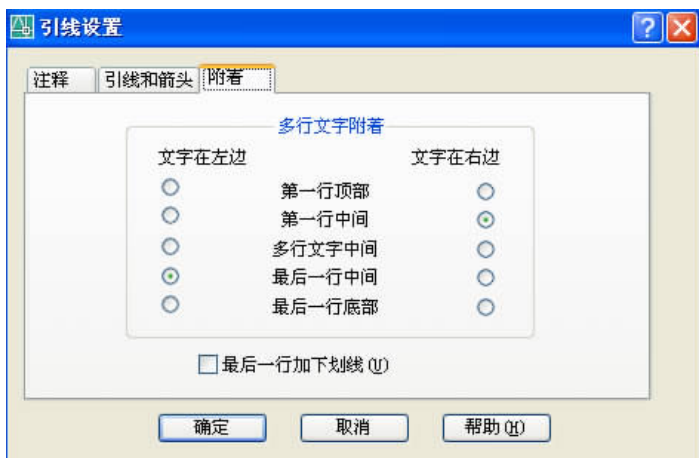

图 6.44 “附着”选项卡
① “引线”确定引线是直线还是样条曲线。
② “点数”设置引线端点数,选择“无限制”或输入一个最大数值。注意,两点确定一条线,三点确定两条线,以此类推。
③ “箭头”下拉列表选择所需第一个引线点处的箭头形式,有 20 种可供选择。
④ “角度约束”下拉列表,用于对第一条引线和第二条引线的角度进行设置,还可使用默认的“任意角度”,在执行“快速引线”命令中使用“极轴”设置引线的角度也很方便。
(3) “附着”选项卡如图 6.44 所示,确定多行文字注释相对于引线终点的位置。根据文字在引线的左边或右边分别进行单选设置。机械专业图中有很多引线标注的文字注释要选择“最后一行加下划线”的格式。参见 6.6.1 节机电专业常见典型尺寸标注实例 1。